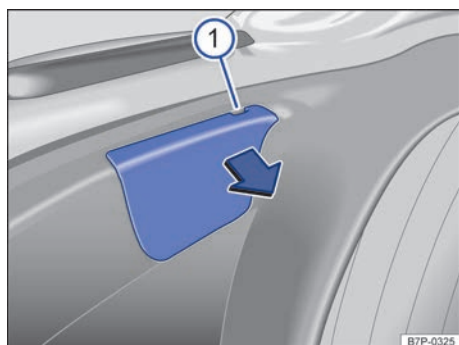

Fig. 248 En el portón del maletero: retirar la tapa.
3. Introduzca la punta plana del destornillador de las herramientas de a bordo en el rebaje de la tapa → fig. 248 ⌚ y desprenda esta con cuidado haciendo palanca.
| 8. | Coloque la tapa → fig. 248 ①. La tapa tiene que encastrar y quedar bien fija. | |